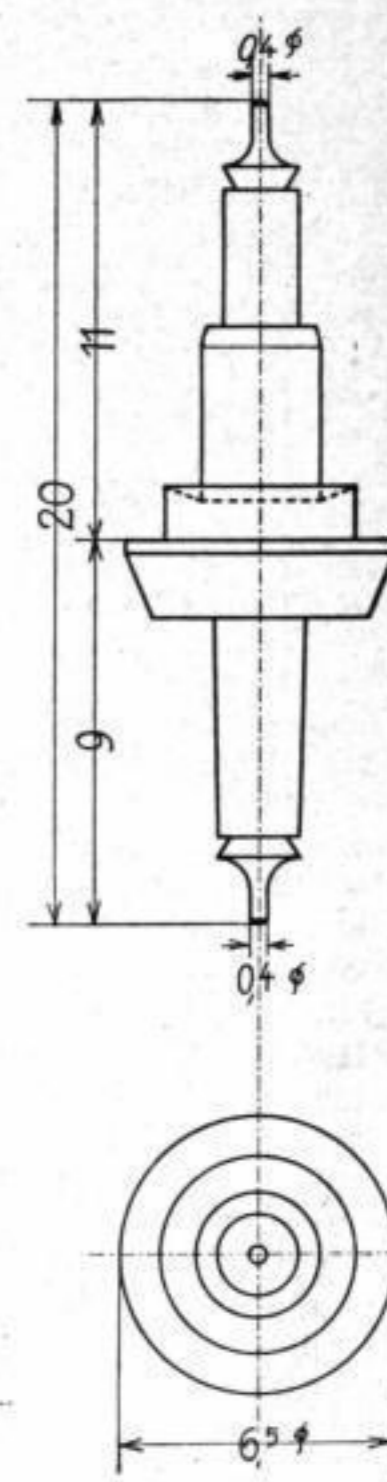

Abb. 4
3. Lehrjahr: Eine vergrößerte Unruhwellen nach Abb. 4 in feinsten Vollendung anfertigen. Material: